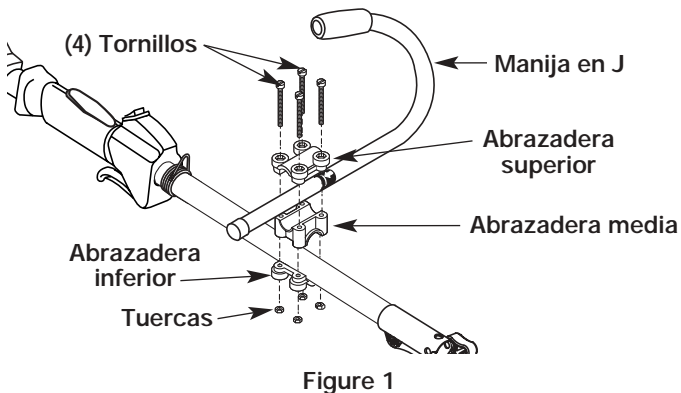

Figure 1
2. Coloque la manija en J entre la abrazadera superior y la abrazadera media (Fig. 1).